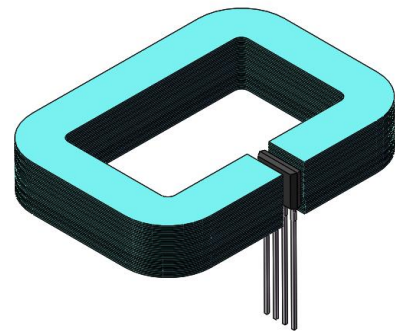
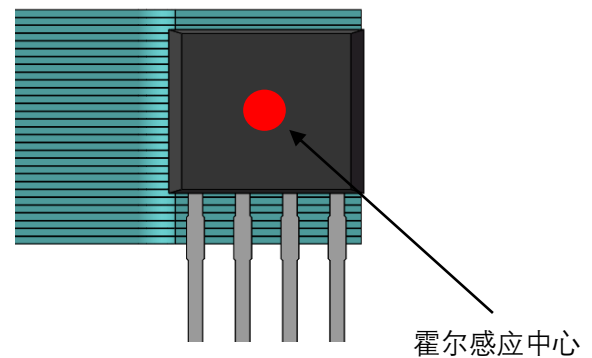

图 11: 位置示意图
图 12: 剖面处霍尔传感核心位置示意图
(1) 霍尔感应中心处于磁芯截面的正中心, 可使霍尔的传感性能较优 (如图 11 图 12 所示);